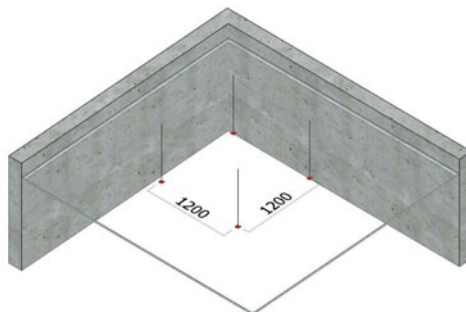

Fig. 2
- Réaliser le calepinage du plafond et fixer les suspentes adaptées au support (par exemple : suspentes pivot, suspentes bois, pitons...) avec une portée de 1200 mm et un entraxe de 1200 mm (Fig. 2).